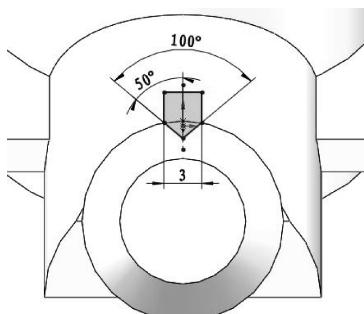

图 3-113 绘制草图
- 选择上步骤绘制的旋转特征外端面作为草图平面，进入草绘环境中，绘制如图 3-113 所示的草图曲线。